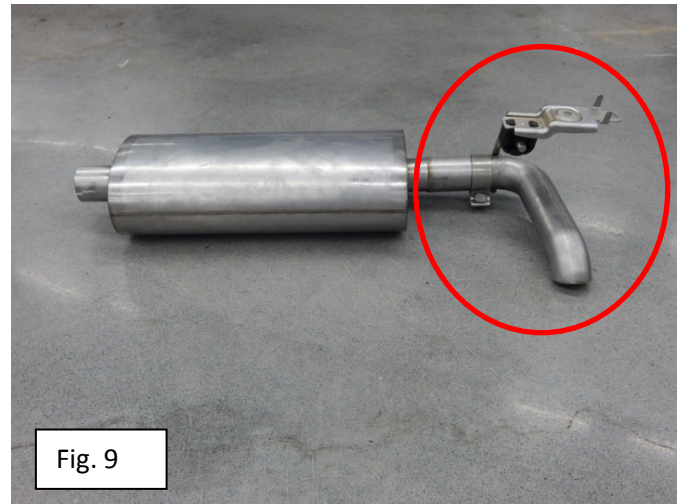

Fig. 9
3. Deslice el aislador del lado derecho sobre el colgante de la sección del casquillo. Deslice una abrazadera de 57 mm sobre el extremo expandido de la sección del casquillo del kit y deslícelo sobre la salida (extremo no expandido), del silenciador del kit. No apriete la abrazadera. Ref. Fig. 9.